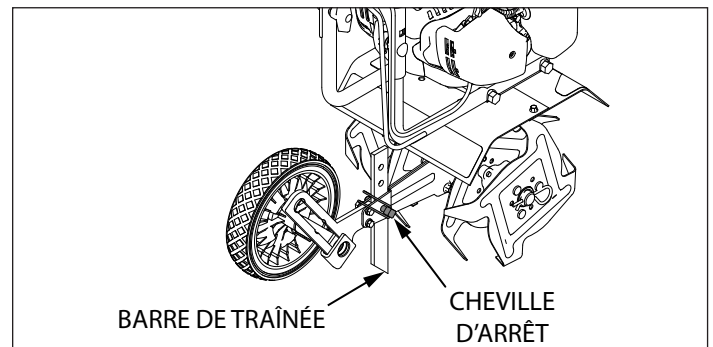

FIGURE 2
4. La barre de traînée est livrée avec la pointe vers le haut. Avant utilisation, retirer la cheville d'arrêt et retourner la barre de traînée de façon à ce que la pointe soit dirigée vers le bas et face aux fraises. Remettre la cheville d'arrêt en place. **VOIR FIGURE 2**.